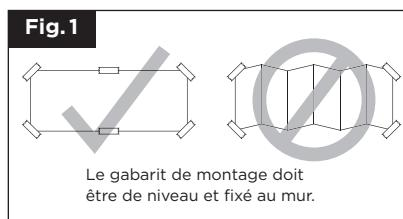

Fig. 1
- Collez le reste du gabarit au mur jusqu'à ce qu'il affleure le mur et fixez-le de tous les côtés (Fig. 1).